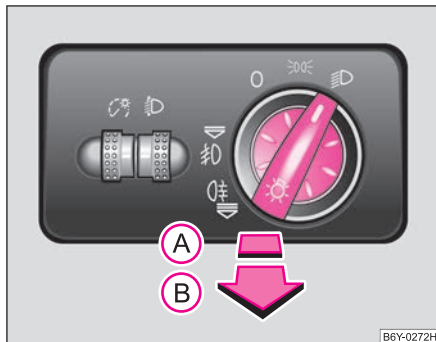

Abb. 32 Schalttafel:
- Drehen Sie den Lichtschalter ⇒ Abb. 32 in Stellung 0.
Bei Fahrzeugen mit **Rechtslenkung*** weicht die Anordnung der Schalter zum Teil von der in ⇒ Abb. 32 gezeigten Anordnung ab. Die Symbole, die die Schalterstellungen markieren, sind jedoch gleich.
- Drehen Sie zunächst den Lichtschalter ⇒ Seite 55, Abb. 32 in die Position 𐀁 oder 𐀂.
- Ziehen Sie den Lichtschalter bis zur **ersten** Raste (A) heraus.
- Drehen Sie zunächst den Lichtschalter ⇒ Seite 55, Abb. 32 in die Position 𐀄 oder 𐀅.
- Ziehen Sie den Lichtschalter bis zur **zweiten** Raste (B) heraus. Gleichzeitig leuchten auch die Nebelscheinwerfer*.